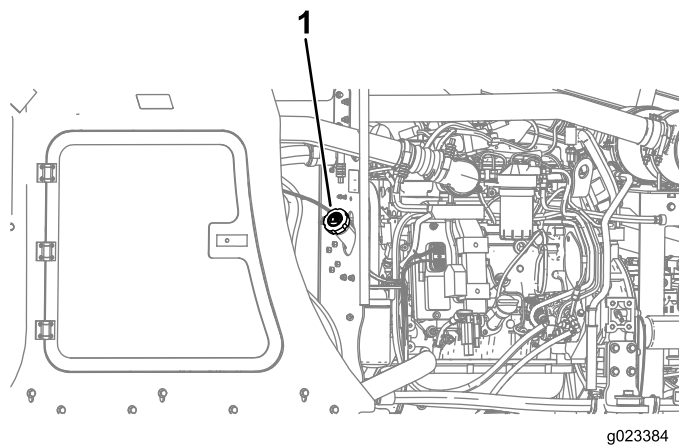

Bild 34
3. Nehmen Sie den Tankdeckel vom Kraftstofftank ab (Bild 34).